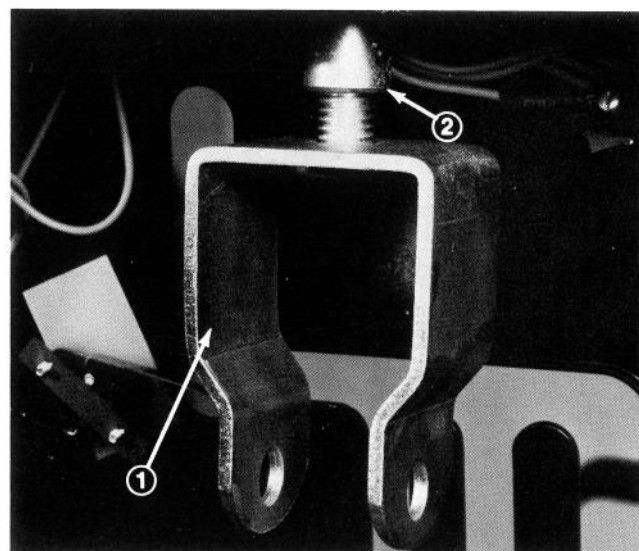

Fig. 8
1. Skru det U-formede beslag ind, så der kun er tre gevindskæringer synlig mellem beslag og omdrejningsblok (Fig. 8).